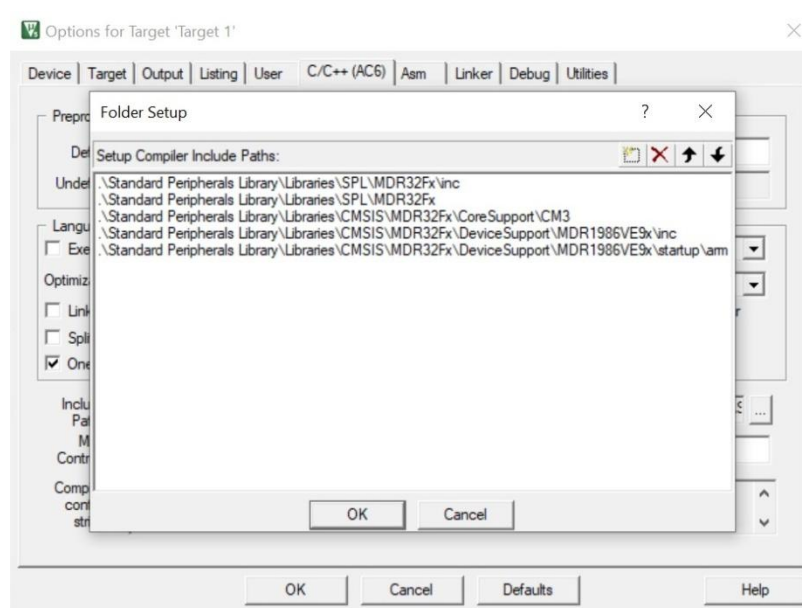

Рисунок 1.5 – Пути к заголовочным файлам
4. Выполнить настройку согласно пункту 5 первого способа. При этом дополнительно необходимо прописать пути к заголовочным файлам .h. Для этого в окне «Options for target» на вкладке C/C++ в поле «include path» нажать на кнопку «обзор» и в появившемся окне (см. рисунок. 1.5) прописать пути к директориям: